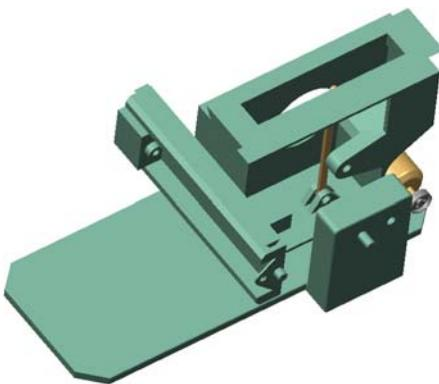

图 9.6.37 完成连接的创建
(6) 单击操控板中的 **√** 按钮，完成连接的创建，如图 9.6.37 所示。